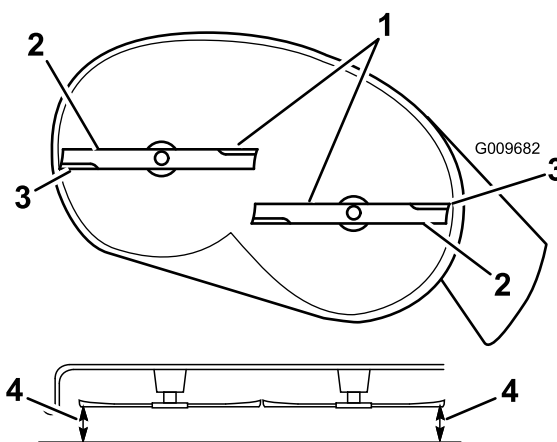

Figure 48
- Faites pivoter la ou les lames avec précaution pour qu'elles soient toutes parallèles (Figure 48).
- Mesurez la distance entre les tranchants extérieurs et le sol plat (Figure 48). Si les deux mesures diffèrent de plus de 5 mm (3/16"), un réglage s'impose. Poursuivez la procédure.